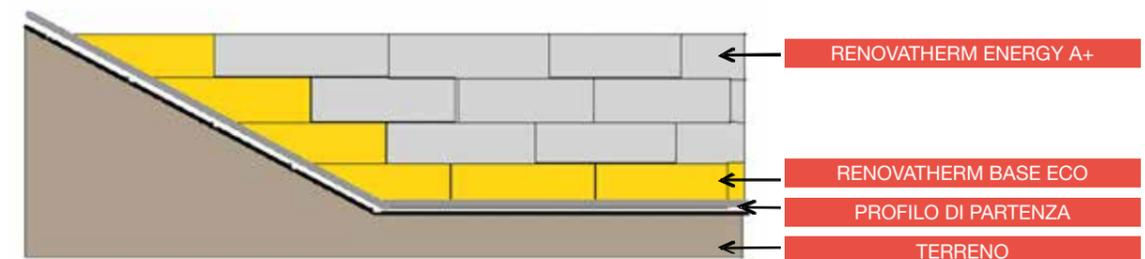

Fig.1
- nel caso di superfici oblique, operare come da schema indicato in fig. 1